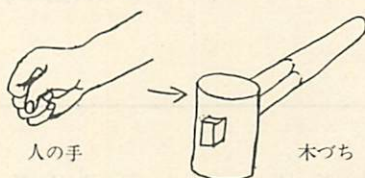

図3
①手でこぶしを作らせ、その形と似た道具は何かを考えさせる。(図3)②市販の木づちを分解させ、ノートにスケッチさせる。同時に寸法を測り、記録させる。そこで、柄と頭部の組み合わせる部分にテーパがつけてあることの意味を考えさせる。③けがきの方法を教える。組み合わせ部分の寸法を確実にす